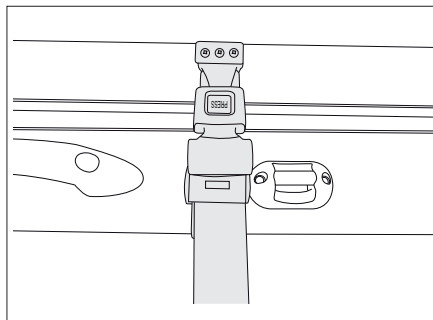

Bild 165 Säkerhetsrem höjbar säng, manuell
- Lossa säkerhetsremmen (Bild 165).
- Fäst säkerhetsremmen (Bild 165).